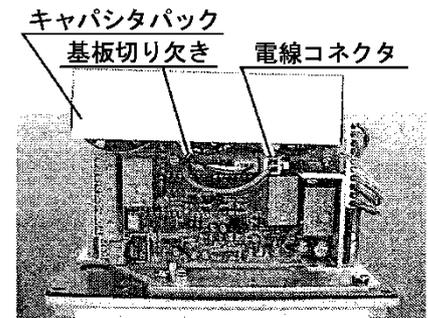

図 3
- 3) 電線コネクタ(J4)を基板から外しキャパシタパックを外してください。(図 3 参照)
この時、電線コネクタ(J4)からの電線を基板の切欠き部に通してください。(図 3 参照)